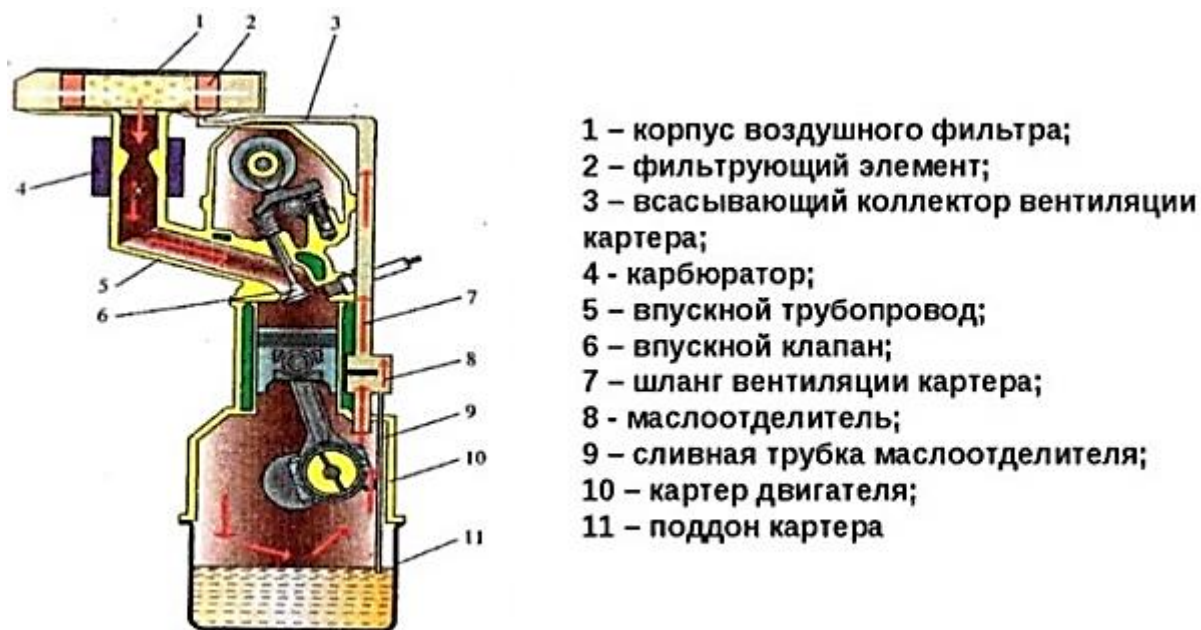

Рис. 7.1. Система вентиляции картера
*Цели занятия:* изучить способы и приобрести навыки по проверке системы вентиляции картера (рис. 7.1.), вентилятора системы охлаждения, климат-контроля.